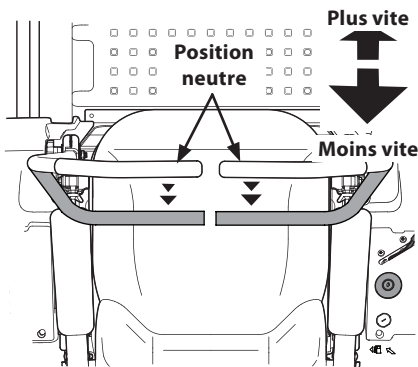

Figure 3-6
1. Poussez les barres de conduite lentement et graduellement vers l'arrière. L'appareil commencera à reculer. Voir Figure 3-6.